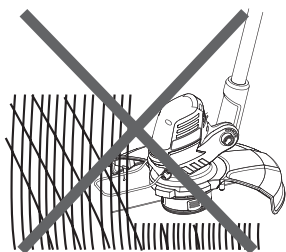

Fig.21
- > Quando o aparelho estiver desligado poderá retirar restos de erva ou sujidade que se tenham alojado ao redor da cabeça de corte (11).
- > Quando a erva ou relva for muito alta, corte por repetitivamente de cima para baixo em capas (Fig.21,22). O aparador pode cortar eficientemente erva/relva com mais de 10 cm, desde que esta seja cortada por fases.